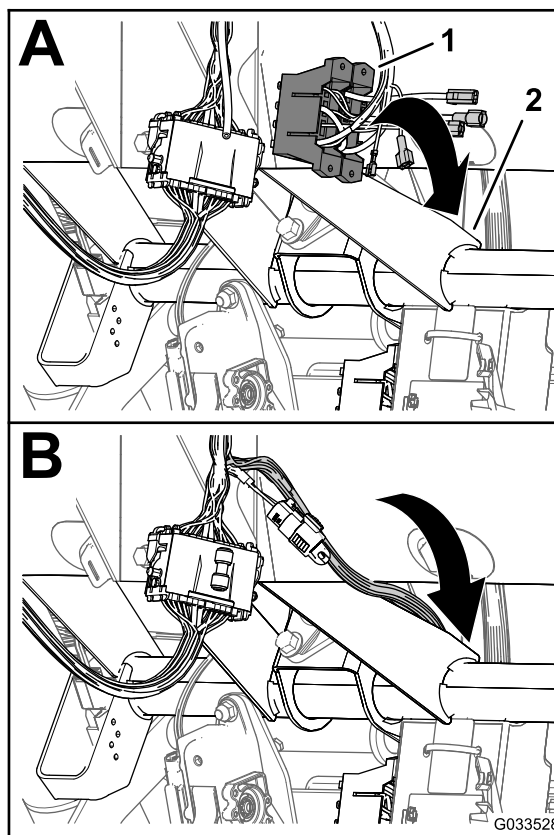

Figura 22
1. La consola de comandă a pulverizatorului, poziționați ramura cablajului frontal cu blocurile de siguranță dintre baza panoului tabloului de bord și tubul transversal al asielui mainii și în jos spre partea frontală a blocului de siguranță al mainii (Figura 22).